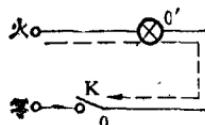
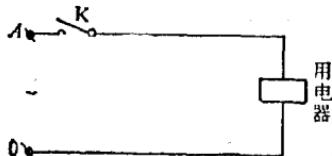

图 3
图 4
(1) 乱拉电线。有一些人不经允许自行安装了一些进户线。这些电线破旧不堪，绝缘与线芯损坏了许多，没有很好地固定在电杆的瓷瓶上，这里绑一下，那里支一下，对地距离很低，导线接头的方式更是五花八门。这种乱拉的电线很容易被人碰着，并且很容易掉在地上，使人触电。还有一些家庭住户，随意更改室内原来的布线，拉起了一道道电线，如同小“电网”，也是很危险的。
(2) 乱装开关。有些同志忽视了开关的作用，认为只要能使灯亮灯灭就行了。这是错误的。以图3为例，即开关K断开了，灯能灭，但并未断电，而且使原来工作时的零线 $00'$ 也变成了火线，这比开关不断开还容易使人触电。因此，一定要将开关装在火线上，如图4。